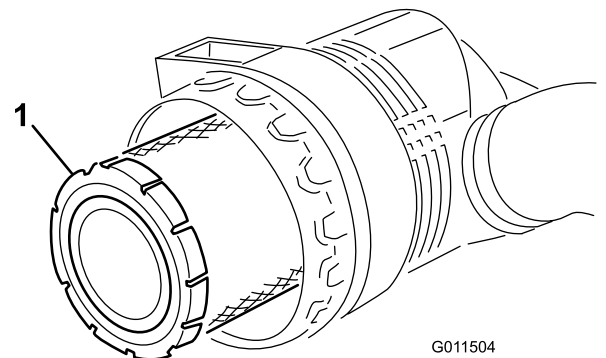

Figura 74
5. Retire e substitua o filtro primário (Figura 74).